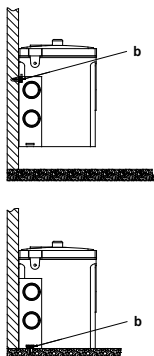

Abb. 4 Wandmontage oder Bodenaufstellung
- Die mit der Kleinhebeanlage mitgelieferten Halte-rungen können für die Wandmontage und die Bodenaufstellung verwendet werden. Siehe Pos. b in der Abb. 4.